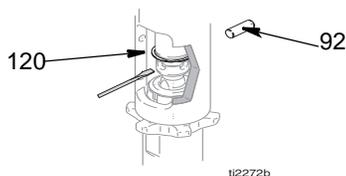
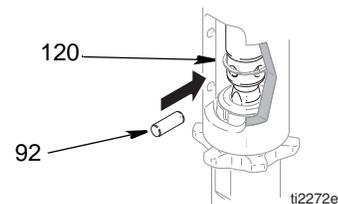

FIG. 8
FIG. 11
4. (Fig. 8) Pousser la bague de retenue (120) vers le haut ; pousser la goupille (92) pour la sortir.
2. (Fig. 11) Tirer lentement sur le cordon de démarrage pour positionner l'orifice de la goupille de la tige de pompe face à l'orifice de la tige hydraulique. Fig. 8. Pousser la goupille (92) dans l'orifice. Pousser la bague de retenue (120) dans la rainure.